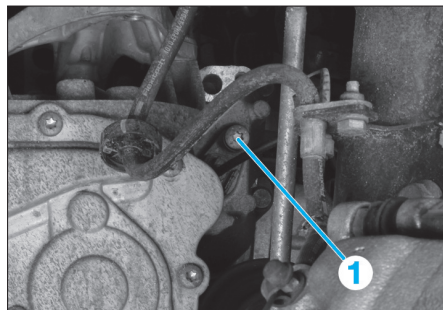

Fig. 7
- Déposer le dispositif de marche arrière (1) (Fig.7).